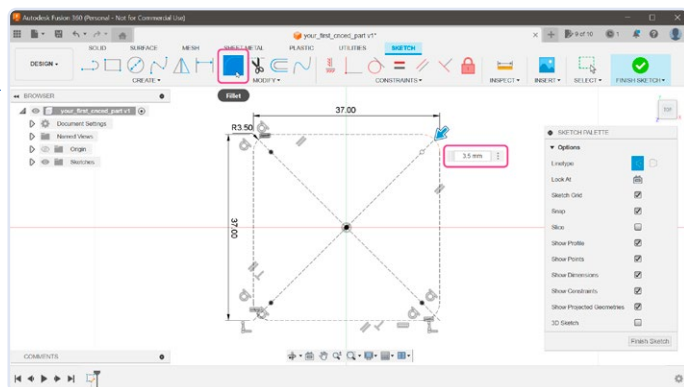

Figure 4. Arrondi des coins du boîtier.
- Le circuit imprimé a des coins arrondis et il serait judicieux que notre boîtier corresponde à cette forme (**figure 4**). Une mesure approximative montre que le rayon des coins est d'environ 3,5 mm. Dans la barre d'outils, sélectionnez l'outil **Fillet** et cliquez sur toutes les lignes extérieures individuellement. Entrez 3,5 mm pour la valeur **Fillet Radius**.